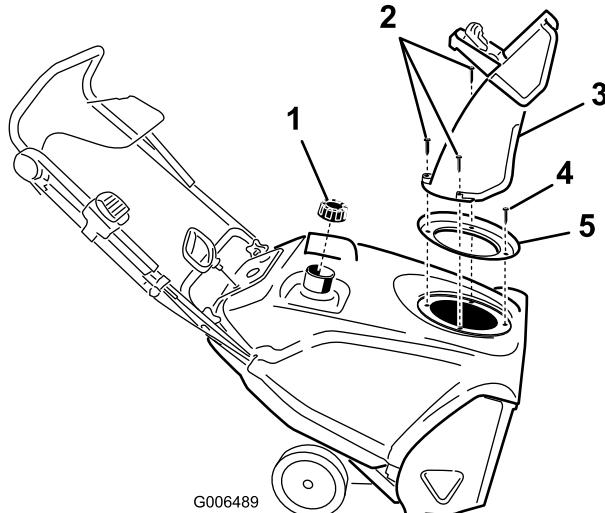

Bild 25
- Nehmen Sie den Auswurfkanal, den Auswurfkanalgriff und die Auswurfkanaldichtung, indem Sie die drei großen und eine kleine Schraube entfernen (Bild 25).